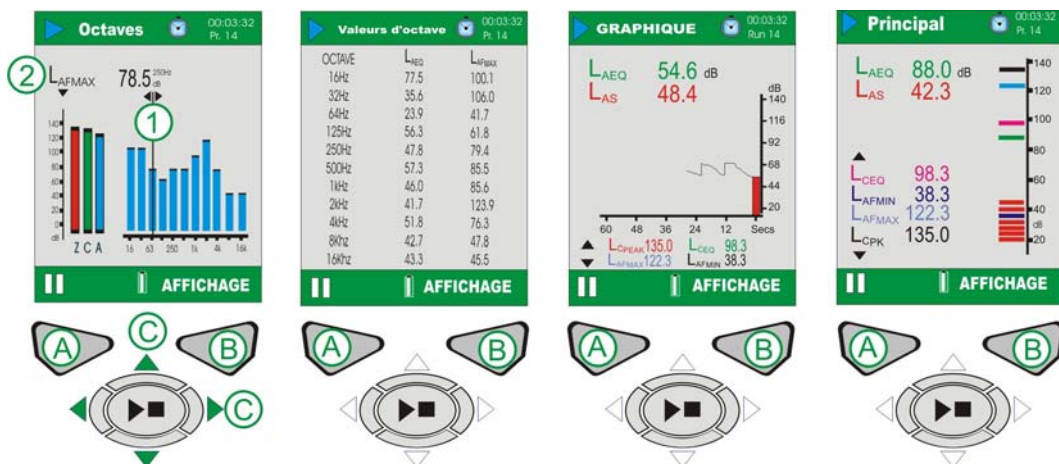

Figure 14 CEL-620B Écrans d'exécution principaux
**CEL-620B (consulter la figure 14).**
Le CEL-620B fournit deux écrans d'octave supplémentaires, indiqués à la figure 14. Utilisez la touche d'affichage (B) pour basculer parmi les quatre écrans disponibles. Utilisez les touches de curseur gauche/droite (C) pour aller sur les bandes de fréquence (1) en affichage graphique. Utilisez les touches de curseur haut/bas (C) pour naviguer entre les paramètres LMAX et LAEQ (2).